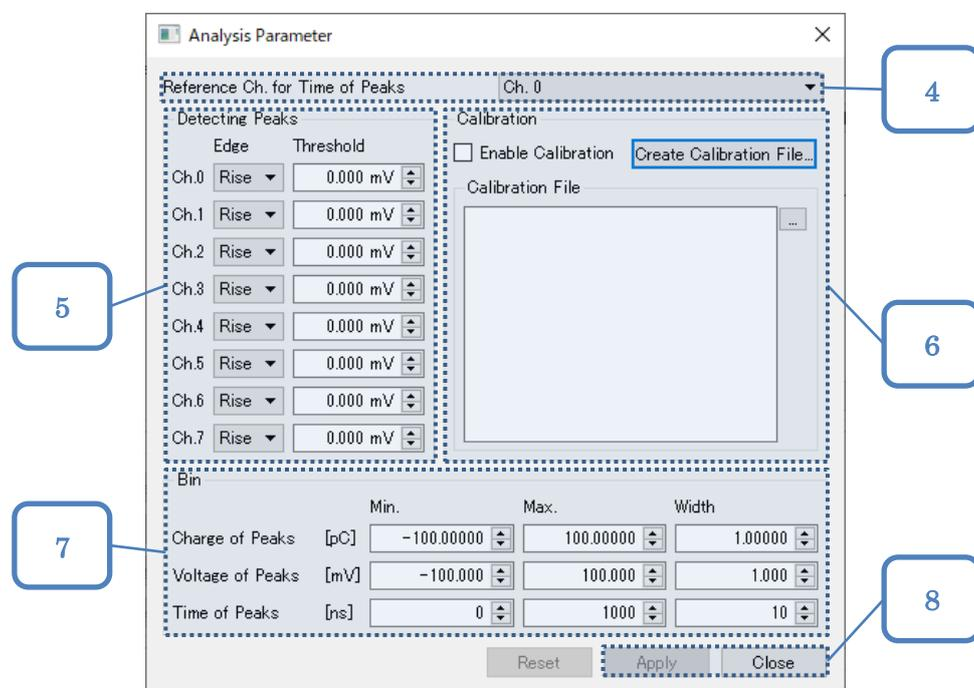

図 6-10. [Analysis Parameter]ダイアログ
作成した Calibration ファイルは図 6-10.[Analysis Parameter]ダイアログで設定します。
- ③ [Measurement]タブの[Edit Analysis Parameter...]ボタンをクリックし、[Analysis Parameter]ダイアログを開きます。図 6-10 の番号は、以下の手順の番号に対応しています。